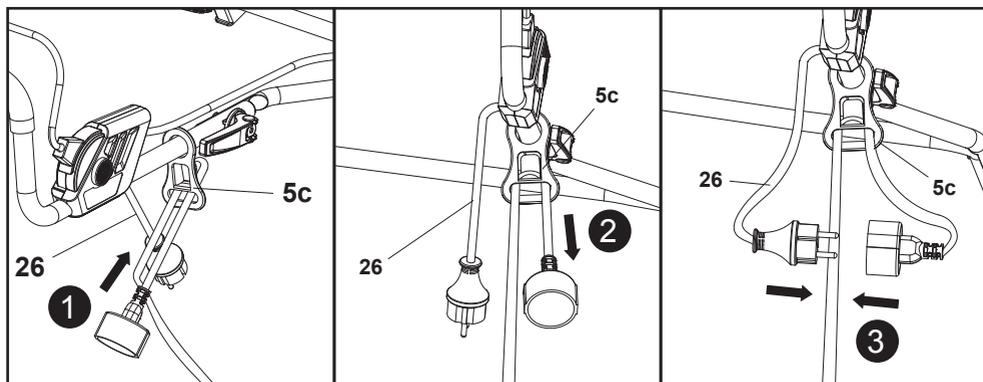

Fig. 10
1. Îndoaie înapoi cablul prelungitor la aproximativ 40 cm față de capăt și introdu bucla prin gaura suportului de cablu (5c) (Fig. 10, pasul 1), apoi agață bucla pe cârlig.
2. Trage cablul prelungitor peste suportul de cablu (5c) și trage ușor de el pentru a te asigura că este bine fixat (Fig. 10, pasul 2).
3. Conectează cablul de alimentare (26) la mufa cablului prelungitor (Fig. 10, pasul 3).